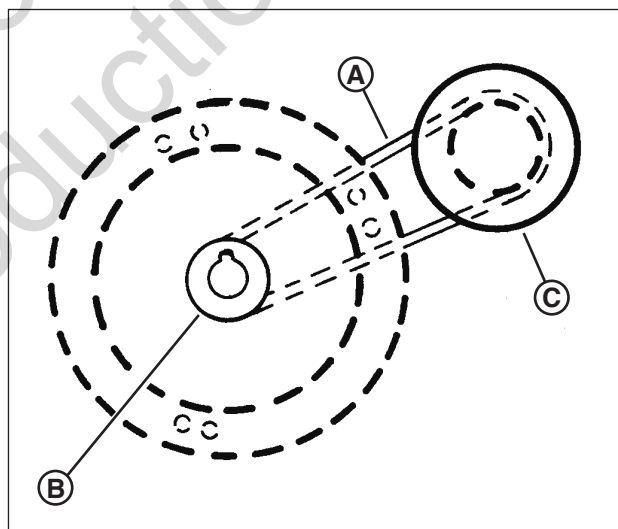

Figure 33: Parcours de la courroie d'entraînement du moteur
Sur les modèles autopropulsés, la courroie moteur (**A**, **Figure 33**) transmet la puissance de la poulie du moteur (**B**) au disque d'entraînement (**C**). Le disque d'entraînement alimente la courroie en V laquelle engage la transmission qui alimente les roues arrière. Si ces courroies s'usent, elles peuvent glisser et affecter la performance de la tondeuse.
2. Remarquez le parcours de la courroie (**Figure 33**). Il n'y a pas de galet tendeur sur ces modèles.